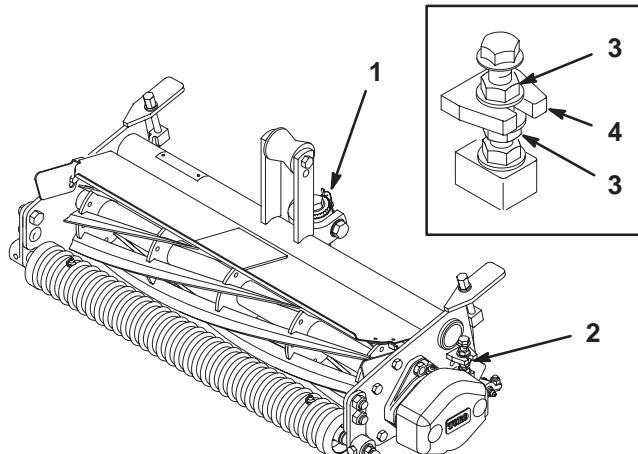

Figure 2
2. Supprimez le contact avec le cylindre en tournant le bouton de réglage de la contre-lame dans le sens anti-horaire (Fig. 2).
4. Desserrez les contre-écrous de retenue du logement de pivot de la barre d'appui gauche (Fig. 2).
5. Tournez les écrous à embase (Fig. 2, encadré) en haut et au bas de la patte du bâti, dans le sens horaire ou anti-horaire pour relever ou abaisser l'extrémité de la barre d'appui, selon le cas. Ne desserrez pas l'écrou à embase inférieur. Serrez les écrous à embase contre la patte du bâti lorsque le réglage vous satisfait.